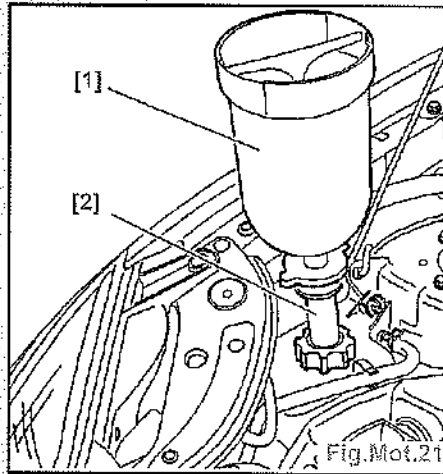

Fig.Mot.21
- Monter le cylindre de charge [1], avec l'adaptateur [2] sur l'orifice de remplissage (Fig.Mot.21).
- Reposer la vis (1) munie d'un joint neuf.
- Serrer la vis (1) à $2,5 \pm 0,2$ m.daN.